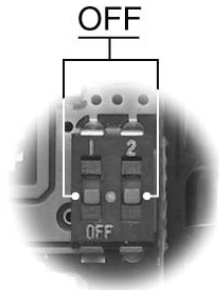

Fig. 3
- aprire lo sportellino posteriore della chiave e posizionare i due dip-switch in posizione OFF (Fig. 3). Richiudere lo sportellino;
- open the rear hatch of the key and place the two dip-switches in the OFF position (see Fig. 3). Close the hatch;